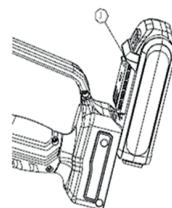

Figure 3.
- e) Insérez la batterie en alignant le bloc-batterie spécial n° 1 (Figure 3) sur la fente à la base de la poignée de la scie à chaîne et insérez-la jusqu'à ce que le bloc-batterie soit verrouillé et clique ; pour retirer la batterie, appuyez sur le bouton rouge et maintenez-le enfoncé, retirez la batterie de la fente.